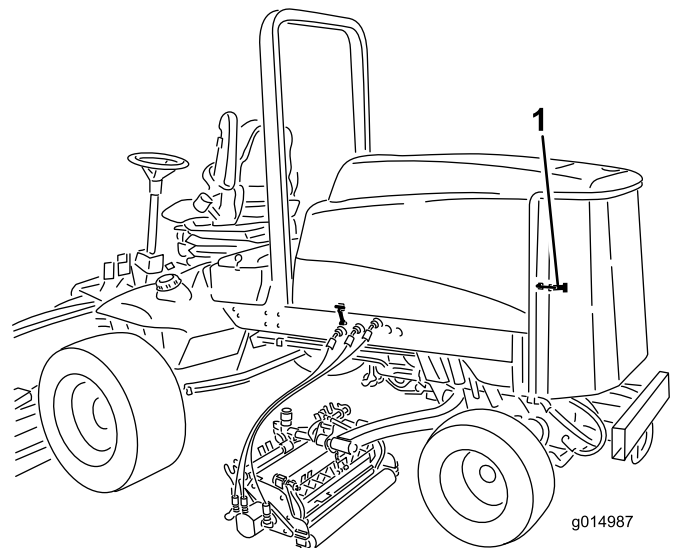

Bild 70
1. Entriegeln und schwenken Sie das hintere Drehgitter in die geöffnete Stellung (Bild 70). Entfernen Sie alle Schmutzrückstände aus dem Drehgitter.